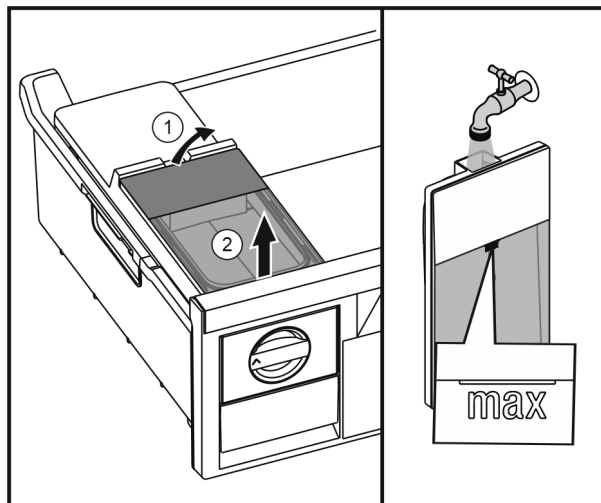

Fig. 30
- Sollevare il serbatoio dell'acqua da dietro Fig. 30 (1) e rimuoverlo sollevandolo Fig. 30 (2).